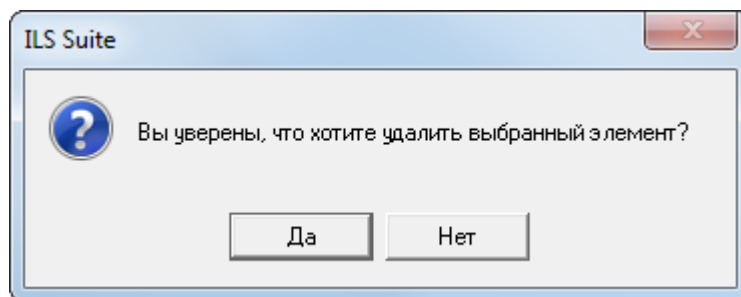

Рис. 20-23 – Диалоговое окно
2) В открывшемся диалоговом окне нажать «Да» для подтверждения действия (рис. 20-23).